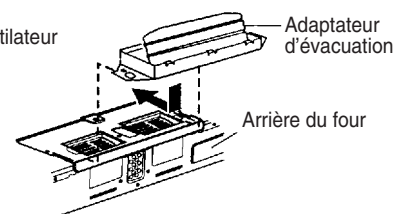

Figure 22
8. Fixer l'adaptateur de l'évacuation à la plaque du ventilateur en le glissant dans le guide. Voir la figure 22.